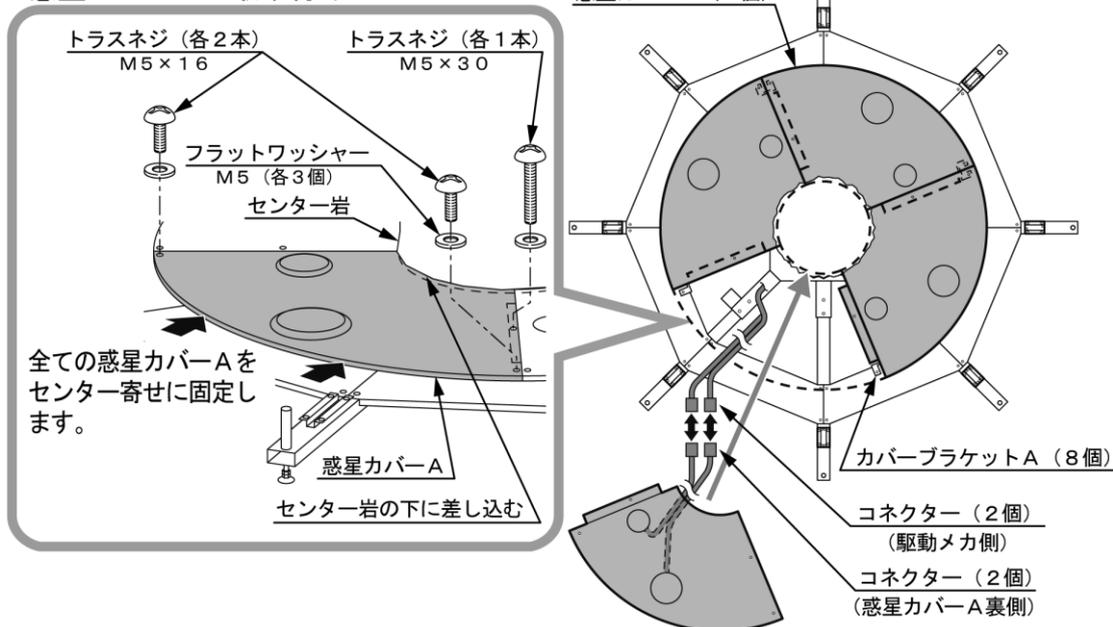

図6-19 惑星カバーAの取り付け
(12) 惑星カバーAの取り付け
- ① 「(10)」で取り付けしたカバーブラケットAに惑星カバーA（4個）を取り付けます。全ての惑星カバーAの裏に接続しているコネクタ（各2個）と駆動メカの角パイプに取り付けているコネクタ（各2個 計4箇所）を接続します。コネクタを接続するために、角パイプに取り付けているコードクランプを一旦外した場合は、接続後に余った配線を再度クランプしてください。（図6-19）
- ② カバーブラケットAには付属のトラスネジ（M5×16 各2本）とフラットワッシャー（M5 各2個）、惑星カバー同士にはトラスネジ（M5×30 各1本）とフラットワッシャー（M5 各1個）で惑星カバーAを固定します。（図6-19）